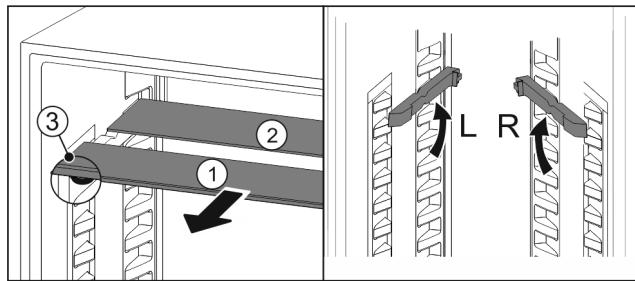

Fig. 50
- Steklene plošče posamično izvlecite Fig. 50 (1) naprej.
- ▷ Steklena plošča Fig. 50 (1) z okrasno letvijo je spredaj.
- ▷ Zaustavljalniki Fig. 50 (3) so obrnjeni navzdol.